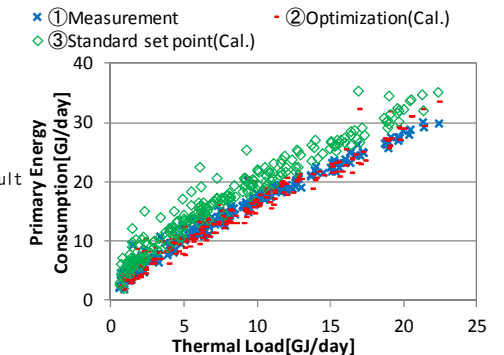

図 2 負荷とエネルギー消費量
ツールの効果を検証するため、京都にある学校施設の空調システムに本ツールを導入し、2 年に亘る実測調査を実施した。実測結果として負荷と一次エネルギー消費量の関係を図 2 に示す。実測結果が青い点(①)である。赤い点(②)は本ツールによる計算結果であり、最適化した場合のエネルギー消費量の予測値を示している。青い点と赤い点はほぼ同程度のところにプロットがあり、本ツールのシミュレーションが高い精度で実測値を捉えられていることが確認できる。緑の点(③)は、最適化を行わず標準的な設定値で運転したと仮定した場合の計算結果を表している。緑の点は赤や青に比べてエネルギー消費量が大きく、特に負荷が大きい時に本ツールが効果的であることが